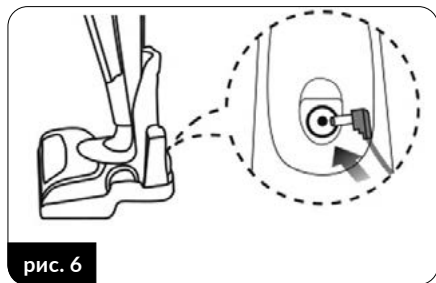

рис. 6
1. Підключіть зарядний кабель (17) до гнізда зарядного пристрою (20) на док-станції (рис. 6).